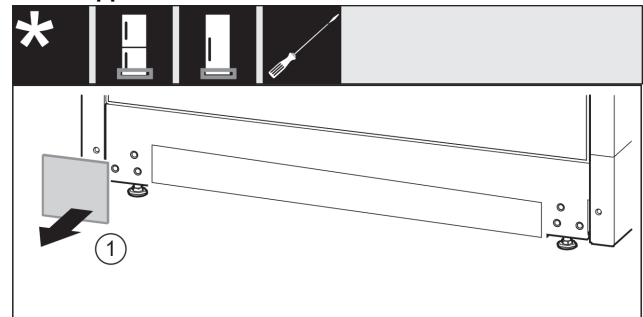

Fig. 16
- ▶ Afdekking verwijderen. Fig. 16 (1)